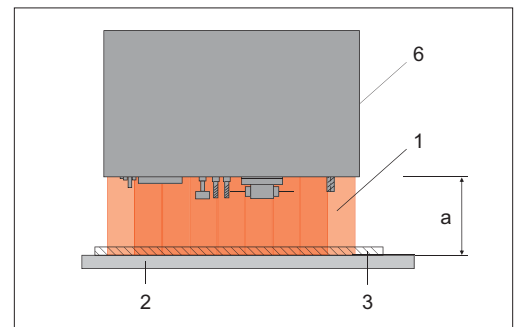

Fig. 3: hauteur maximale (a) des rideaux: 400 mm (distance correspondant à la distance max. entre le protecteur fixe et la surface du support de la pièce).
- Ils retombent jusqu'au niveau du support de la pièce (hauteur max.: 400 mm) (Fig. 3).